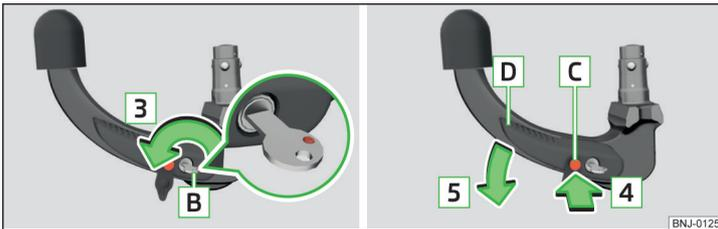

Abb. 152 Schloss entriegeln / Auslösebolzen hineindrücken und Bedienungshebel drücken
- Den Schlüssel **B** in Pfeilrichtung **3** drehen, sodass dessen rote Markierung nach oben zeigt » Abb. 152.